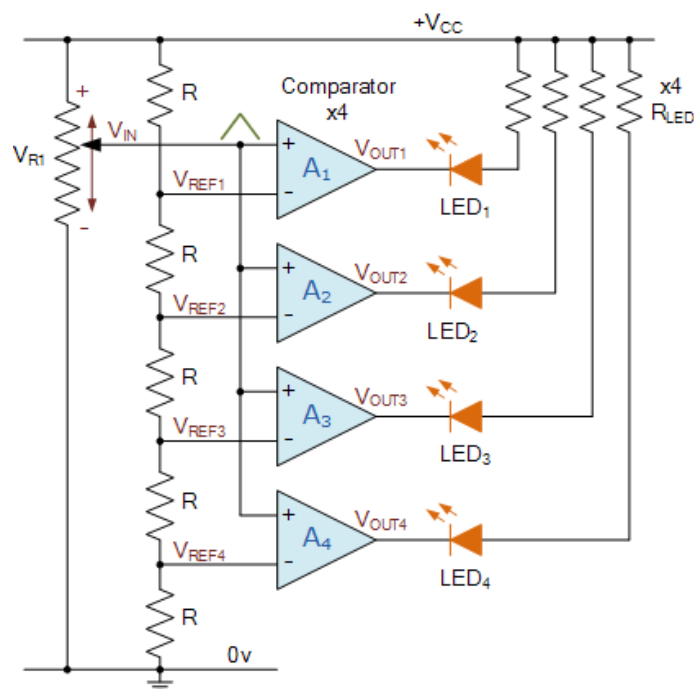

Figura 11: *Detector luminoso de nivel de voltaxe.*
5. Estudo dun detector luminoso de nivel de voltaxe con Arduino (Figura 11).
- Explica, coas túas verbas, cal é o comportamento do circuíto da Figura 11 en función dos valores da tensión de entrada, das tensións de referencia e dos díodos LED de saída.